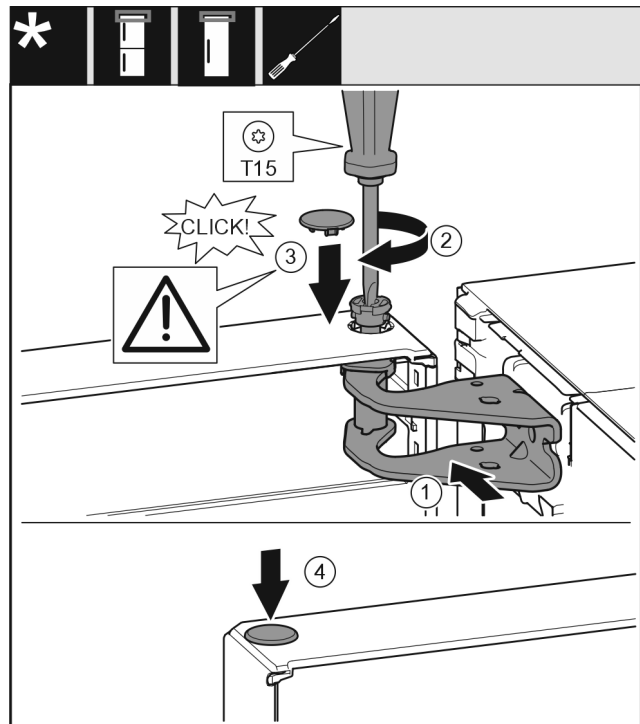

Fig. 22
- ▶ Tür oben zur Öffnung im Lagerbock ausrichten. Fig. 22 (1)
- ▶ Bolzen einsetzen und mit Schraubendreher T15 festschrauben. Fig. 22 (2)
- Sicherungsabdeckung zur Sicherung der Tür montieren: Sicherungsabdeckung einsetzen und Kontrollieren ob sie auf der Tür aufliegt. Ansonsten Bolzen vollständig einsetzen. *Fig. 22 (3)*
- Stopfen einsetzen. *Fig. 22 (4)*